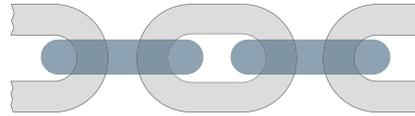

Fig. 3.25 Catena ordinaria
- **ordinarie**: sono costituite da anelli chiusi concatenati. Queste permettono la trasmissione di forti carichi ma a bassa velocità [fig. 3.25].